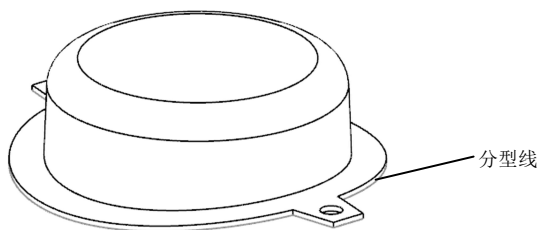

图 2-7 创建区域及分型线
(19) 单击“确定”按钮，创建区域及分型线，分型线在零件的口部，呈灰白色，如图 2-7 所示。